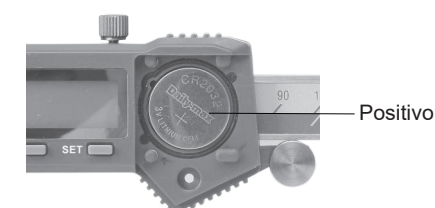

fig.2
--- Inserire la batteria CR2032 nel vano batteria, il lato positivo della batteria (+) deve essere rivolto verso l'esterno (fig. 2).